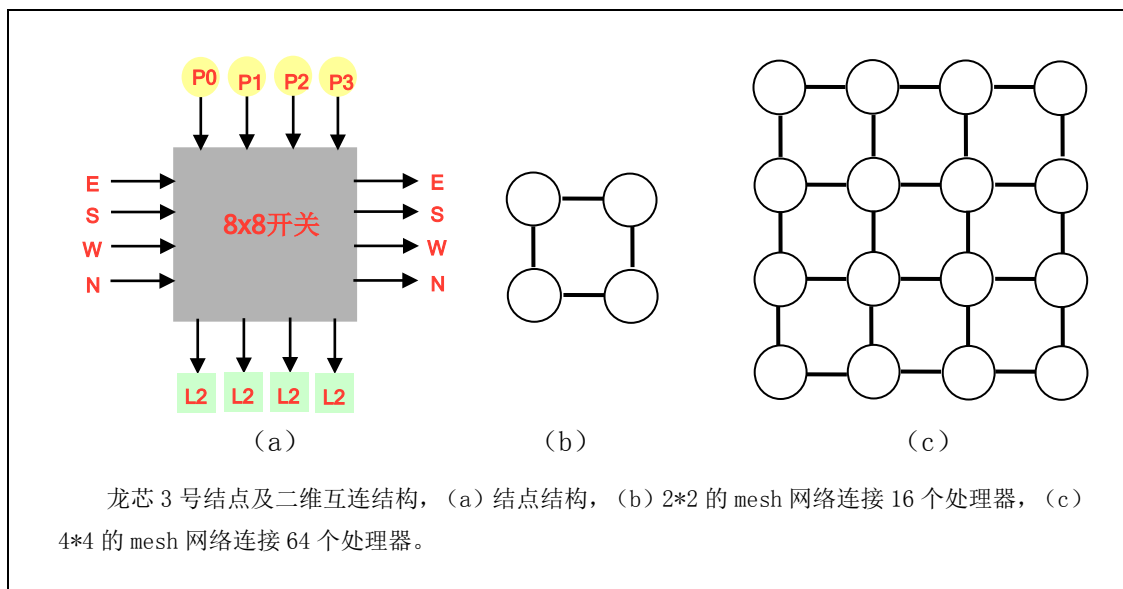

图 1-1 龙芯 3 号系统结构
龙芯 3 号采用的可伸缩互连结构如下图 1-1 所示。龙芯 3 号片内及多片系统均采用二维 mesh 互连结构，其中每个结点由 8*8 的交叉开关组成，每个交叉开关连接四个处理器核以及四个共享 Cache，并与东 (E) 南 (N) 西 (W) 北 (N) 四个方向的其他结点互连。因此，2*2 的 mesh 可以连接 16 个处理器核，4*4 的 mesh 可以连接 64 个处理器核。